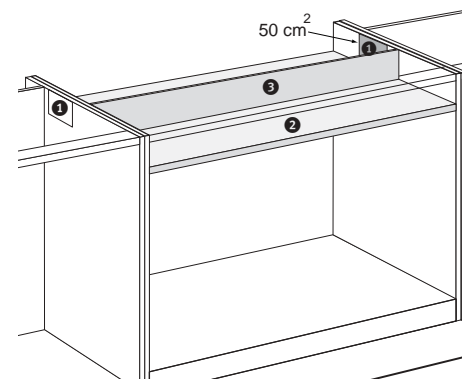

Abb. 10
- 1 Sägen Sie die Belüftungsöffnung(en) aus, so dass die Gesamtfläche der Öffnungen minimal 100 cm² beträgt. Siehe hierzu z.B. Abbildung 10 mit 2 Öffnungen von je 50 cm².